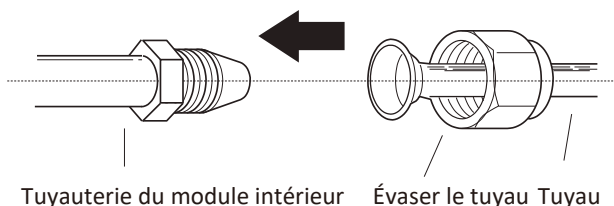

Fig. 5.7
1. Alignez le centre des deux tuyaux que vous allez raccorder. Voir Fig. 5.7.